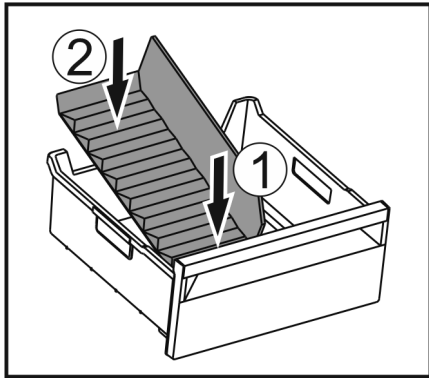

Fig. 152
- Inserire la parte anteriore del divisore dello scomparto del ghiaccio. Fig. 152 (1)
- Abbassare la parte posteriore del divisore dello scomparto del ghiaccio fino al fondo del cassetto. Fig. 152 (2)